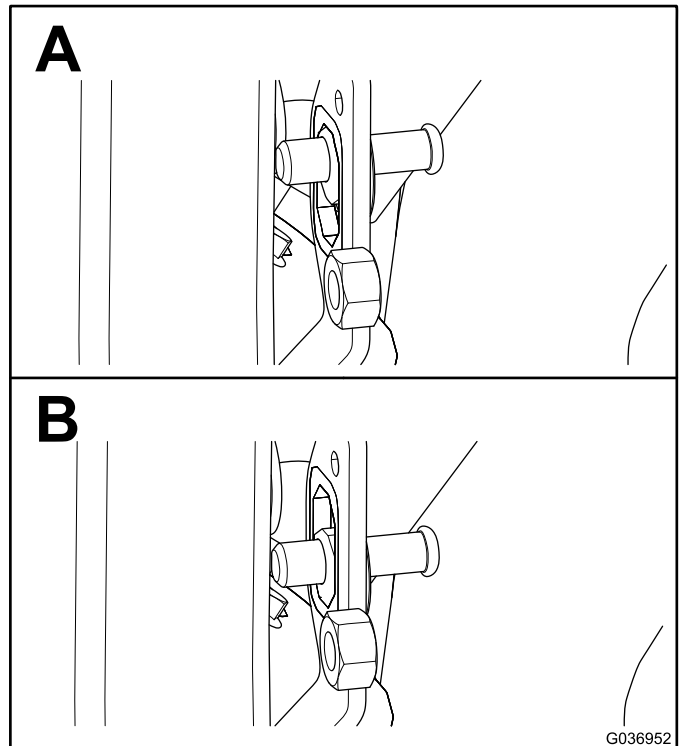

Figure 4
1. Centrez la goupille de verrouillage dans son support sur le longeron (Figure 4).
4. Serrez l'écrou de blocage lorsque la goupille de verrouillage atteint 1,9 à 2,2 cm, comme montré à la Figure 4.